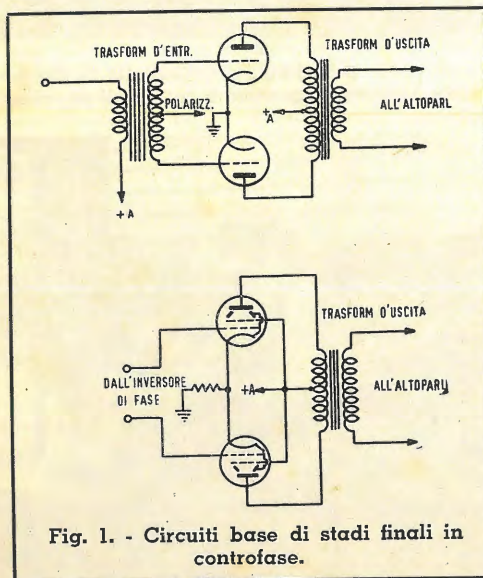

Fig. 1. - Circuiti base di stadi finali in controfase.
Fig. 1. - Quando il segnale modulante in FM un oscillatore ha una forma d'onda sinusoidale o a dente di sega o triangolare, l'andamento della frequenza generata è quello schematizzato qui sopra in b) - a) - c) rispettivamente.
Solitamente si ricorre a circuiti controfase tipo fig. 1 o a variazioni di questo. Sono denominati controfase poichè essi sono comandati da segnali identici ma di fase opposta. Perciò, mentre la corrente anodica di un tubo aumenta, quella dell'altro tubo diminuisce. Le correnti nel trasformatore di uscita sono quindi additive, ognuna accresce l'altra producendo nell'avvolgimento secondario un'unica corrente quale risultante delle due.
4) Eliminazione del condensatore catodico: come si vede in fig. 1, la corrente delle due valvole fluisce nella resistenza catodica comune. Quando la corrente in un tubo aumenta, quella dell'altro diminuisce. La loro somma algebrica è costante così che rimane costante la tensione di polarizzazione su entrambi i tubi.